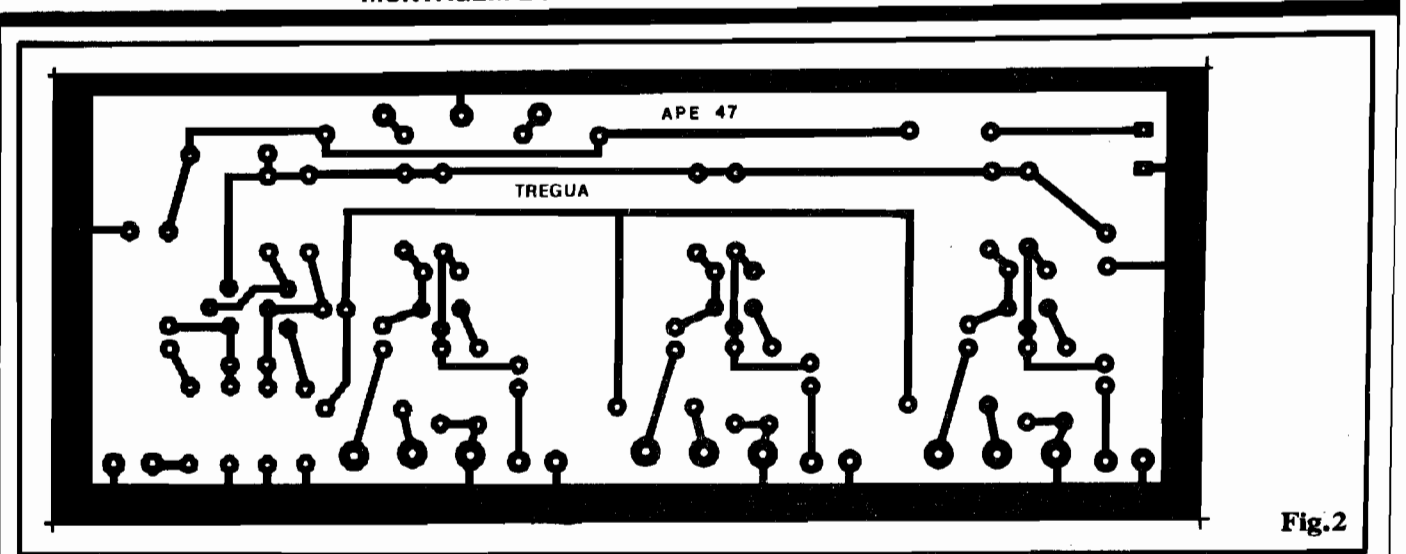

Fig.2
- FIG. 2 - LAY OUT DO CIRCUITO IMPRESSO ESPECÍFICO - Optamos por uma placa "folgada", por uma série de motivos: a grande quantidade de controles e acessos invalidaria o uso de uma caixa final muito pequena, o que nos "desobriga" de compactar excessivamente o lay out. Outra coisa: circuitos de áudio, que lidem com sinais de baixo nível, sob forte amplificação (alto ganho) são muito sensíveis a capacitâncias parasitas, um fator que pode ser atenuado com lay outs mais "abertos", cuidadosamente desenhados e testados... Finalmente, para reduzir ao mínimo as fiações externas à placa (também na busca do menor nível de ruído que se possa obter...),